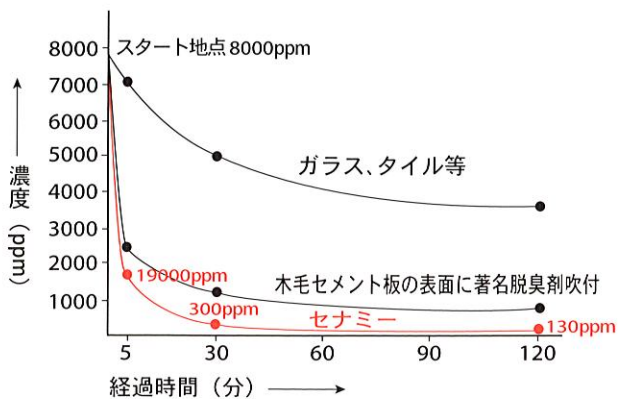

図 3
- *消臭 消臭効果は市販の冷蔵庫用脱臭剤に匹敵します。(図3~4)